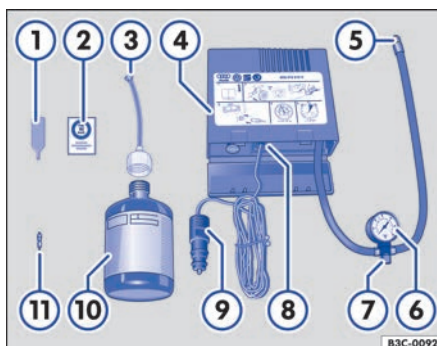

Fig. 325 Representación esquemática: componentes del kit reparapinchazos.
El kit reparapinchazos puede ir alojado en diferentes lugares dentro del vehículo como, p. ej., en el portaobjetos lateral del maletero o debajo del piso del maletero. Se compone de los siguientes elementos → fig. 325:
12. Pegue el adhesivo → fig. 325 ② del kit reparapinchazos en el tablero de instrumentos dentro del campo de visión del conductor.
- Desenrosque el obús de la válvula con el desmontaobuses → fig. 325 ① y deposítelo sobre una superficie limpia.
- Agite enérgicamente la botella de sellante → fig. 325 ⑩ unas cuantas veces.
- Enrosque fijamente el tubo de llenado → fig. 325 ③ en la botella de sellante en el sentido de las agujas del reloj. El precinto de la boca de la botella se perfora automáticamente.
- Retire el tapón del tubo de llenado → fig. 325 ③ e introduzca el extremo abierto en la válvula del neumático por completo.
- Enrosque nuevamente el obús en la válvula del neumático con ayuda del desmontaobuses → fig. 325 ①.
- Enrosque fijamente el tubo de inflado → fig. 325 ⑤ del compresor de aire en la válvula del neumático.
- Compruebe que el tornillo de descarga de aire → fig. 325 ⑦ esté cerrado.
- Enchufe el conector → fig. 325 ⑨ en una toma de corriente de 12 voltios del vehículo → pág. 296.
- Encienda el compresor de aire con el conmutador de encendido y apagado → fig. 325 ⑧.
- Deje el compresor en funcionamiento hasta alcanzar una presión de 2,0 a 2,5 bares (29-36 psi/200-250 kPa) → ⚠️. **No lo deje funcionar más de 8 minutos** → ①. ▶
Vuelva a enroscar el tubo de inflado → fig. 325  y compruebe la presión de inflado del neumático en el indicador .